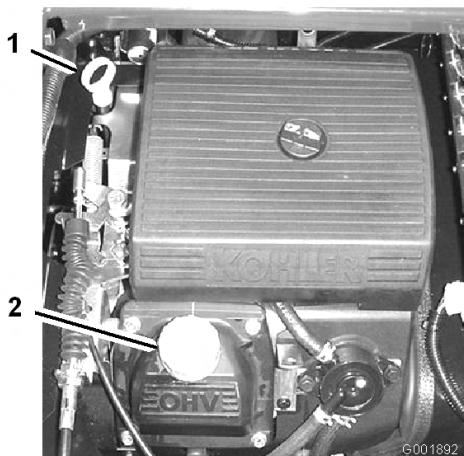

図 44
2. ディップスティックを抜き、ウェスで一度きれいに拭く(図 44)。ディップスティックを、チューブの根元までもう一度しっかりと差し込む。引き抜いて油量を点検する。
3. オイルの量が不足している場合は、バルブ・カバーについている補給口のキャップ(図 44)を取り、ディップスティックの FULL マークまで補給する。補給するときは、ディップスティックで確認しながら少量ずつ入れる。入れすぎはよくない。
8. 所要量の約 80% のオイルを補給口から入れる(図 44)。